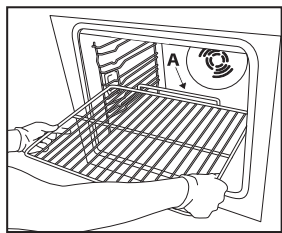

Fig. 1
1. Sett risten vannrett inn, slik at den opphøyde delen «A» peker opp (Fig. 1).